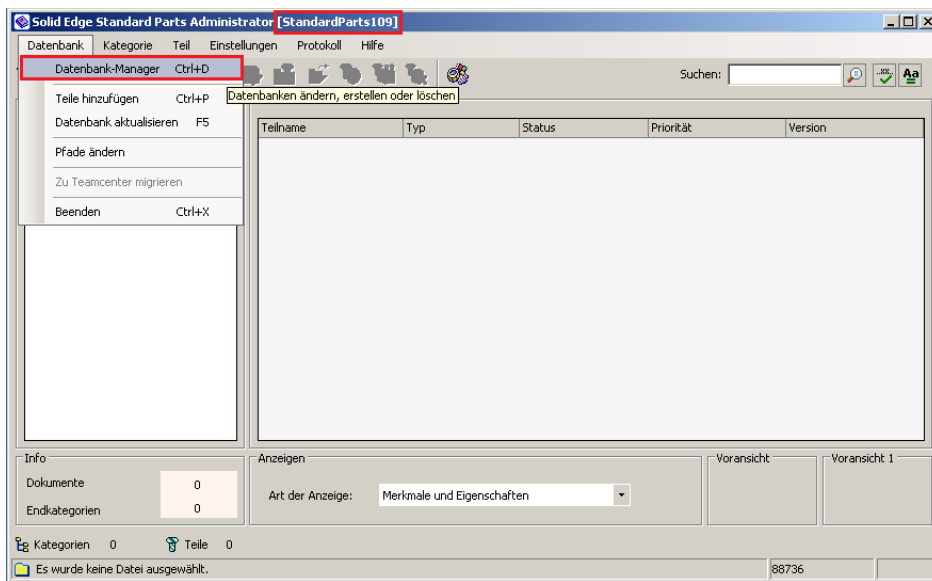

Abbildung 21
- 5.2. Stellen Sie sicher, dass die mit dem Konfigurationsassistenten erstellte Datenbank ausgewählt ist (Anzeige „StandardParts109“ in der Titelzeile, Abb. 21) oder wählen Sie diese über den Datenbank-Manager aus.